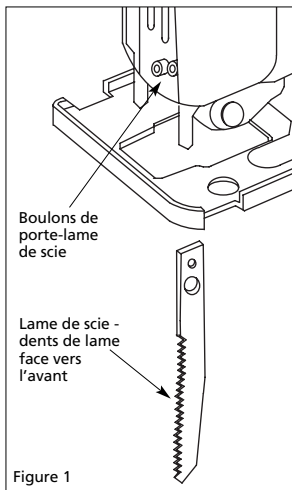

Figure 1
1. Desserrer le boulon dans le sens antihoraire sur le porte-lame avec la clé allen (voir la figure 1).
2. Avec les dents de lame face vers l'avant, insérer la lame dans le porte-lame aussi loin que possible. S'assurer que le bord arrière de la lame s'ajuste dans le rouleau (voir la figure 1).